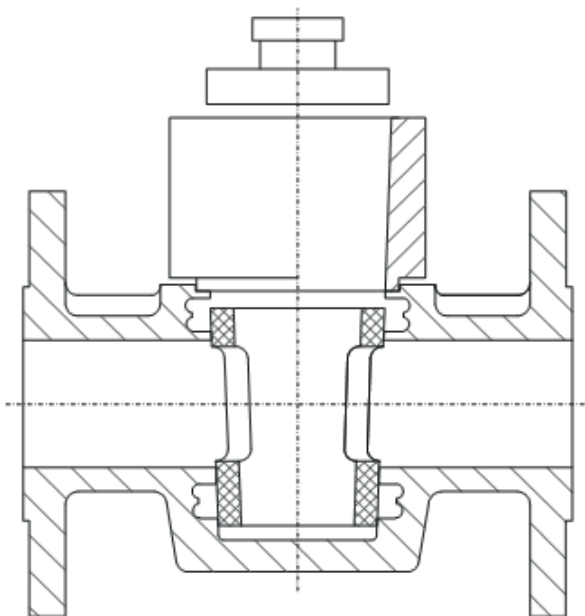

Abb. 3
4. Buchse ins Gehäuse einbringen (Abb. 3 + 4)
Buchse etwas versetzt in das Gehäuse einsetzen, so dass sie sich auf jeder Durchgangsseite selbst an einer Fensterrippe einhängt (Abb.3). Buchse unter die Halterippe am oberen Teil des Gehäuses eindrücken.
Ummantelte Buchse 30 Minuten auf 90 °C erwärmen. Montagering in die Bohrung in der Deckelmitte einsetzen. Nicht ummantelte Buchse leicht versetzt in den Montagering drücken, so dass sie an den vertikalen Rippen anliegt. Buchse durch Andrücken der Kontaktstücke unter die Halterippe bis ganz nach unten einpressen (Abb. 3 + 4).